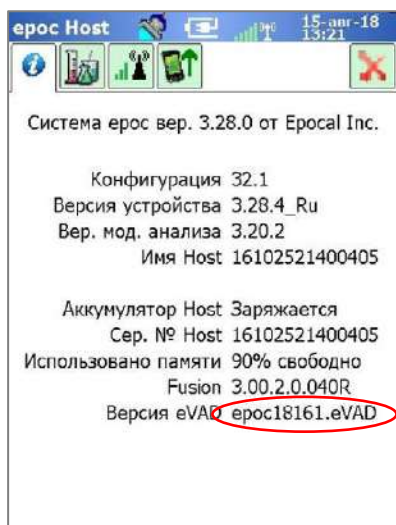
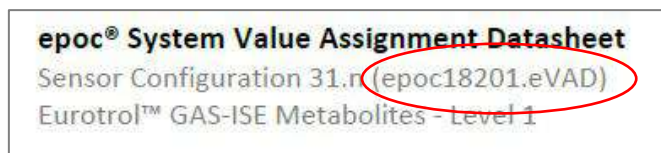

Рис. 18.
Рис. 19.
- Убедитесь, что файл eVAD, установленный на устройстве ерос Host, соответствует распечатке, перейдя к пункту **Справка** → **О системе** и проверив номер версии файла eVAD (обведен окружностью на рис. 18). Сравните этот номер с заголовком последней распечатанной таблицы VAD (обведен на рис. 19).